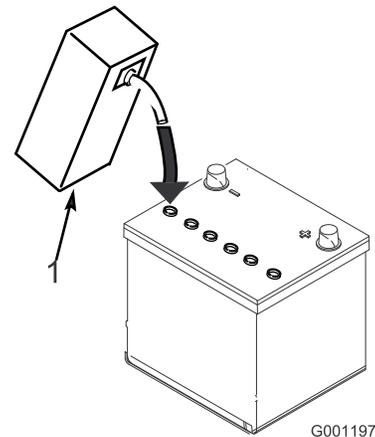

Figure 10
3. Versez de l'électrolyte avec précaution dans chaque élément jusqu'à ce que les plaques soient recouvertes d'environ 6 mm de liquide (Figure 10).
**Remarque:** Faites l'appoint au besoin pour faire monter le niveau de liquide à environ 6 mm en dessous du creux de remplissage (Figure 10).